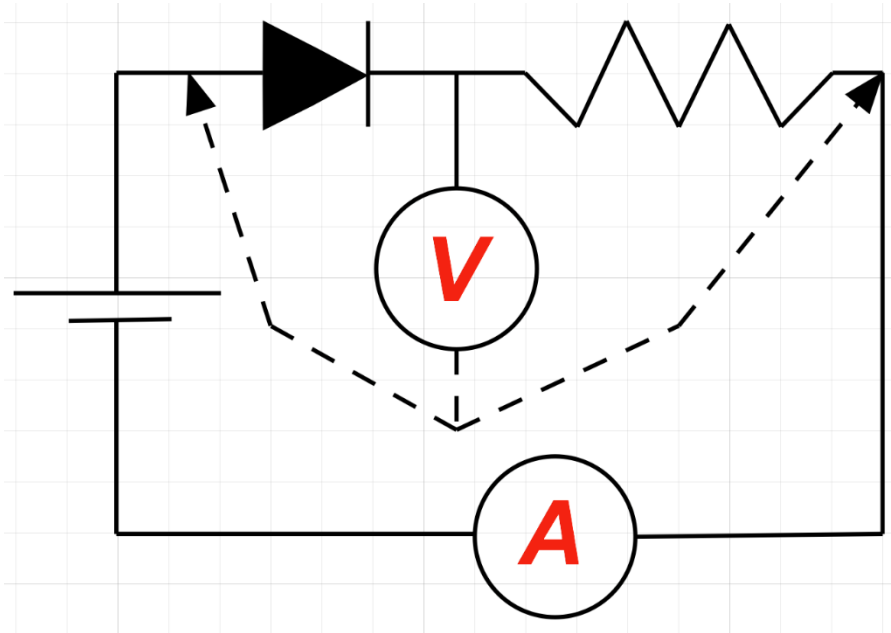

Figura 3: Esquema de ligação do circuito com resistor e LED da experiência de 1ª Lei de Ohm.
- ii. Monte o circuito de acordo com a Figura 3, seguindo os procedimentos de segurança aprendidos na aula anterior. Muita atenção para a inserção dos instrumentos. A colocação do amperímetro equivocadamente em paralelo no circuito levará a sua queima. A sugestão que o voltímetro seja posicionado de forma que possam ser feitas as medidas de tensão nos dois elementos (resistor e LED) de forma rápida, alterando apenas a conexão de um dos cabos do instrumento no circuito. Este procedimento, contudo, levará a medida de uma das tensões em polaridade invertida, devendo a medida ser anotada na polaridade correta.